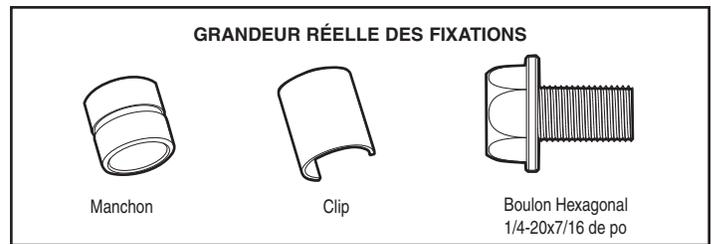

Figure 1
- Fixez les entretoises du support de rail au rail arrière. Insérez, sans trop serrer, les boulons à têtes hexagonales de 1/4 – 20 x 7/16 de po dans les trous alignés du rail arrière et de l'entretoise du support de rail (Figure 1). Ne pas serrer manuellement.